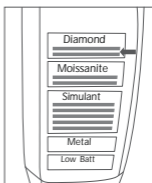

Fig. 7b
7. Durante la calibrazione, le spie luminose “Simulant” (Falso), Moissanite e “Diamond” (Diamante) si illumineranno gradualmente, accompagnate da beep ritmici, con le luci LED “Diamond” (Diamante) che indicano la fase finale della calibrazione, come mostrato nella Fig. 7b.